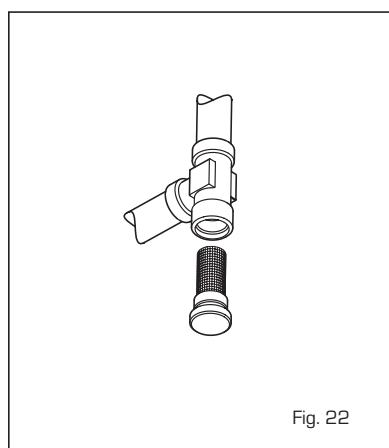

Fig. 22
4.4.4 Función de secado de la losa (fig. 22/a)
Durante el funcionamiento, el display muestra los días restantes de empleo de la función (ej.: dígitos principales -15 = faltan 15 días para el final de la función). El gráfico de la fig. 22/a indica la evolución de las curvas.
4.4.5 Desmontaje del intercambiador de placas (fig. 22/b)